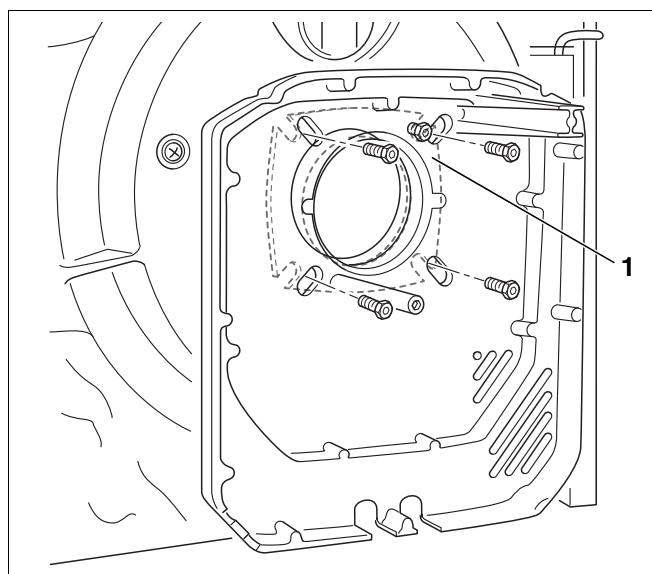

Abb. 19 Rückwand befestigen
- Im nächsten Montageschritt ist die Rückwand mit der eingelegten Flanschdichtung und montiertem Brennerrohr (Abb. 19, **Pos. 1**) an der Brennertür mit vier Schrauben anzuschrauben. Die Einbaulage ist gemäß Abb. 19 vorzunehmen.